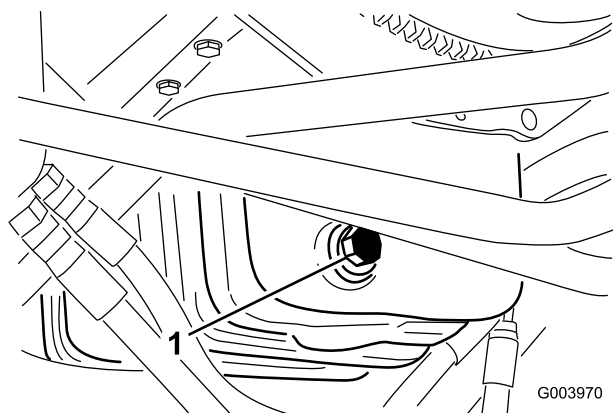

Figura 57
1. Togliete il tappo di spurgo (Figura 57) e lasciate defluire l'olio in una bacinella.